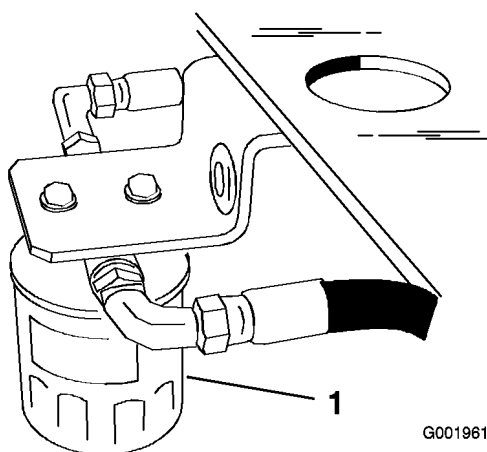

Figura 69
4. Localice el filtro debajo del depósito de combustible, y coloque un recipiente debajo del filtro (Figura 69).